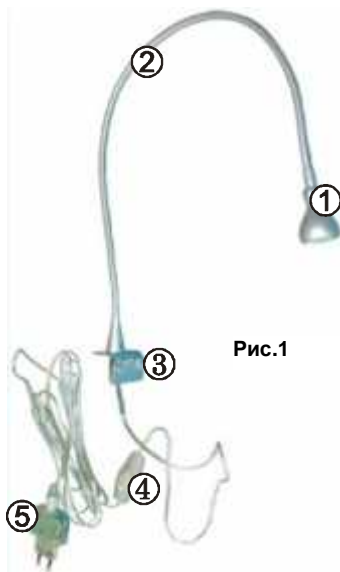

Рис.1
**2.1** Зафиксировать **ЛЮКС** (рис.1), обеспечив оптимальное освещение рабочей зоны, на устойчивой (закрепленной) поверхности одним из следующих способов: